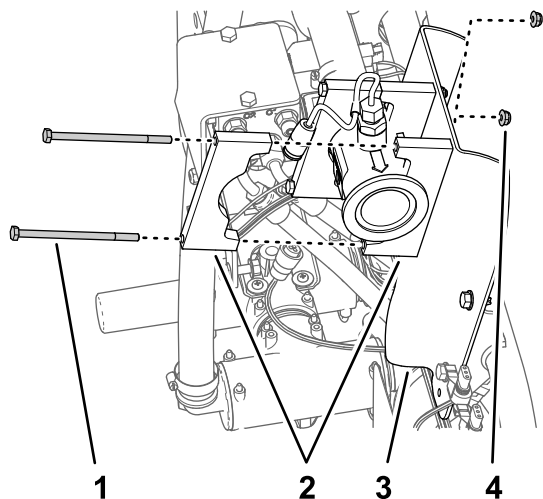

Рисунок 73
3. Вставьте 2 половины опорного зажима между расходомером и кронштейном расходомера и совместите отверстия в половинах зажима с отверстиями в кронштейне (**Рисунок 73**).
4. Совместите половину опорного зажима на задней стороне расходомера с одной из половин зажима, собранного при выполнении пункта 3 (**Рисунок 73**).
5. Подсоедините пару половин зажима к кронштейну расходомера (**Рисунок 73**) с помощью 2 болтов (1/4 x 4-1/2 дюйма) и 2 фланцевых контргаек (1/4 дюйма).